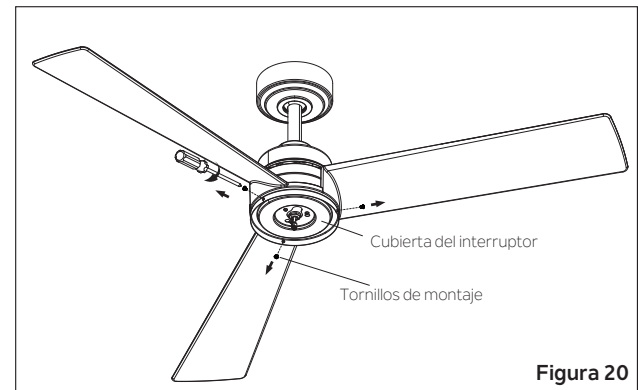

Figura 20
Paso 1. Retire los tres tornillos de montaje preinstalados del borde exterior de la cubierta del interruptor. Conserve los tornillos de montaje. **(Figura 20)**